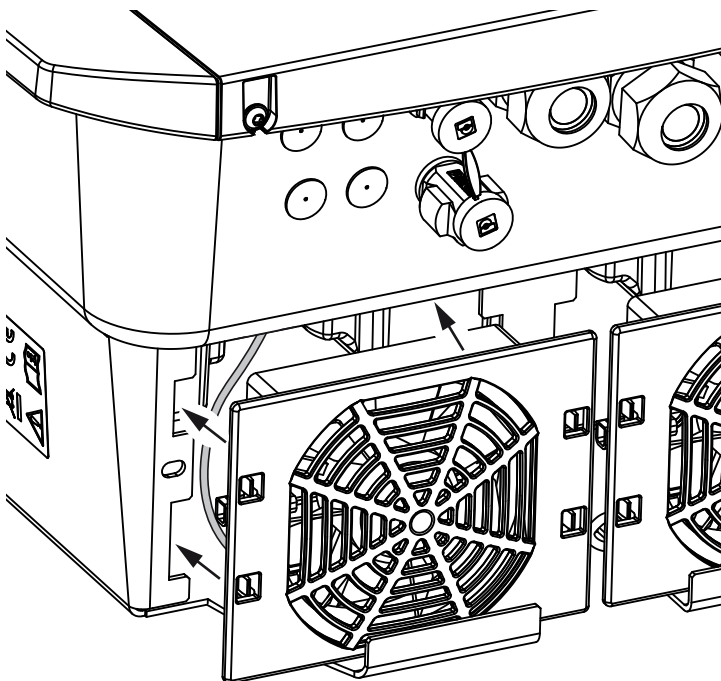

Fig. 56: Monte o ventilador
- O ventilador foi montado corretamente no quadro do ventilador (direção do fluxo de ar). **Fig. 56**